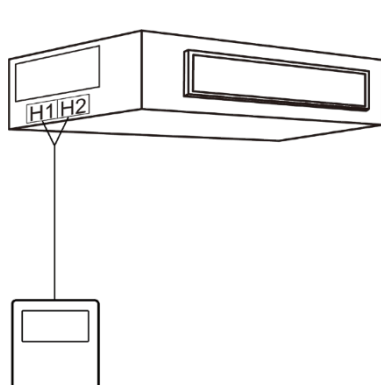

Fig. 5.4.1
1) A Fig. 5.4.1 mostra a instalação do controlador com fios.